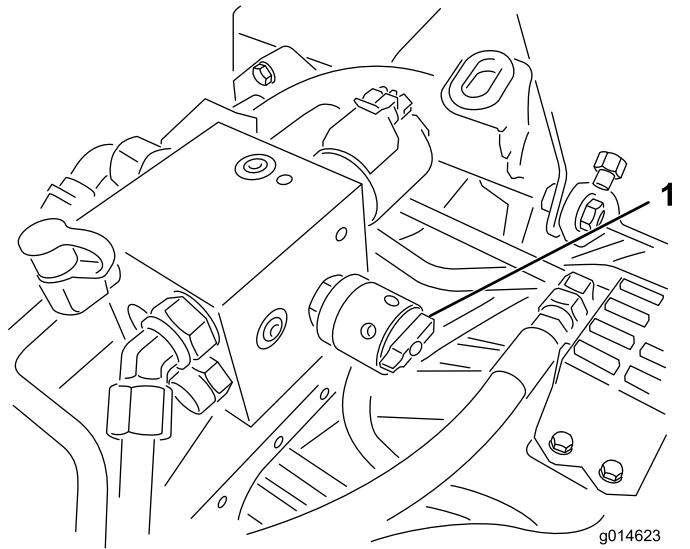

Bild 51
6. Drehen Sie den Spindeldrehzahlregler auf die Einstellung 1 (**Bild 51**).
4. Drehen Sie zum Einstellen der Spindeldrehzahl das Handrad (Bild 51), bis die Anzeigepfeile auf die Nummer zeigen, die der gewünschten Einstellung entspricht, die Sie in Schritt 3 ermittelt haben.